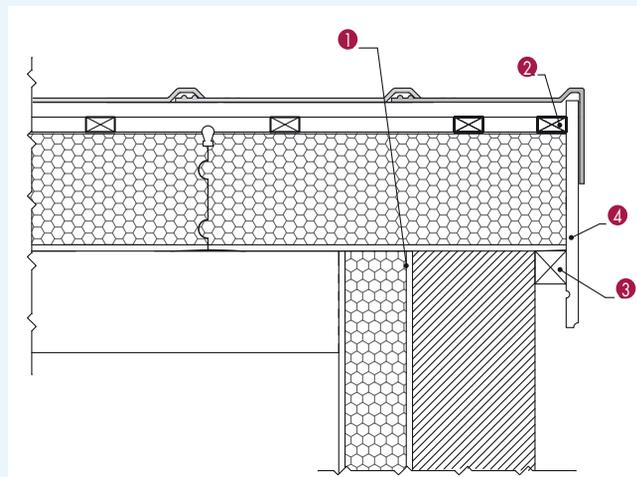

Fig. 21 : Débord en pignon sur mur
- soit le panneau vient en appui sur le mur (fig. 21)